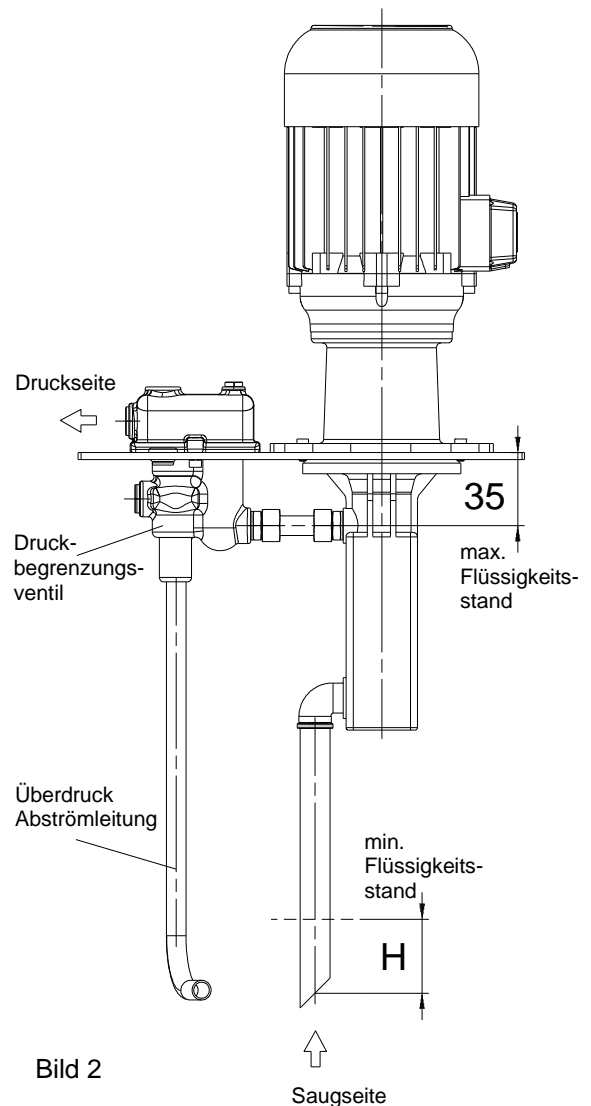

Bild 2
- Saugleitung, Druckleitung und Überdruck-Abströmleitung wie im Bild 2 gezeigt anschließen, siehe Kapitel 7.1.